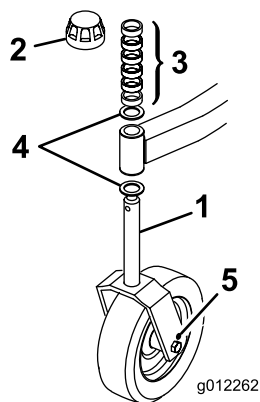

Figura 14
Nota: Pode obter um melhor aspecto de corte da relva com menores alturas de corte descendo a traseira da unidade de corte. Pode consegui-lo voltando a colocar os eixos da roda giratória traseira no furo superior das forquilhas da roda giratória (Figura 14). Coloque os veios nos furos da forquilha da roda giratória inferior para definições de altura de corte superior em que o aspecto ideal de corte não é necessário.
2. Retire a tampa de fixação do eixo. Deslize os espaçadores para o veio da roda giratória para obter a altura de corte desejada (Fig. 18 e 19). Deslize a anilha (Figura 14) para o eixo.
3. Empurre o eixo da roda giratória através do braço da roda giratória frontal, instale a outra anilha de apoio e espaçadores restantes no eixo e instale a tampa de fixação para prender o conjunto (Figura 14).